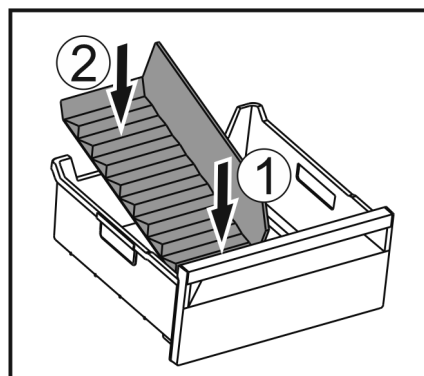

Fig. 212
- Installer la partie avant du séparateur de congélateur. Fig. 212 (1)
- Abaisser la partie arrière du séparateur de congélateur jusqu'au fond du tiroir. Fig. 212 (2)